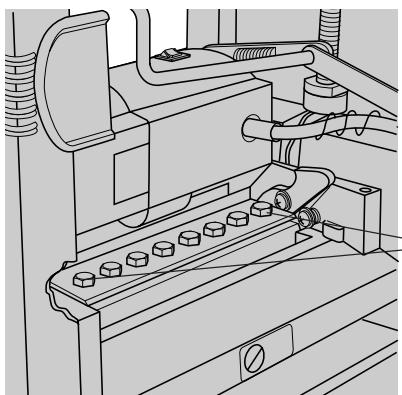

FIG. 16
4) Lorsqu'on ne peut pas voir les huit boulons illustrés à la figure 16, faire tourner avec précaution le porte-outil à l'aide d'un bout de bois inutile jusqu'à ce qu'on voit les boulons. Éloigner les doigts du porte-outil jusqu'à ce que les boulons soient visibles.
5) Lorsque les huit boulons illustrés à la figure 16 se trouvent de la façon illustrée, s'assurer que le levier de verrouillage du porte-outil est dans la position verrouillée et que le porte-outil est stable. Les fers bloquent aussi en empêchant la rotation.